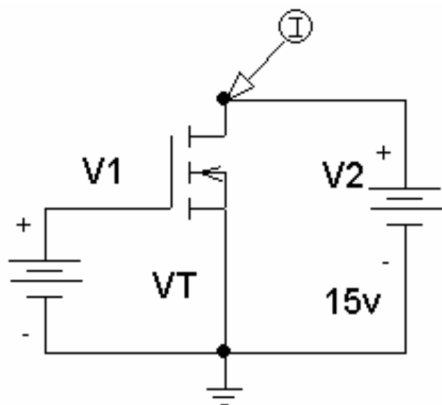

Рисунок 3 - Рабочая схема для снятия ВАХ полевого
1. В операционной системе «Windows» под управлением программы «Capture CIS» собрать схему для снятия вольт - амперных характеристик полевого транзистора (рисунок 3). Для этого: